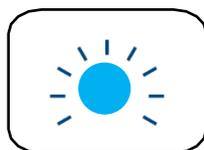

Рис. 5
- На обогревателе начнет мигать синий светодиодный индикатор (рис. 5)